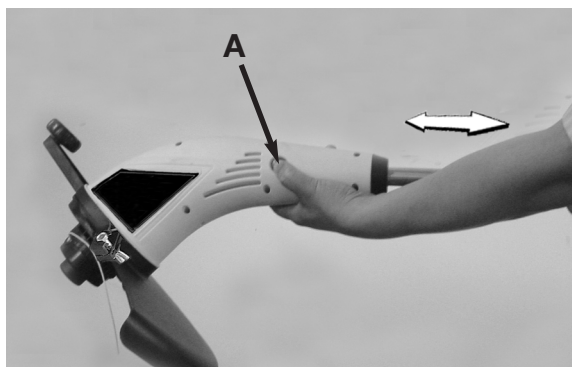

Fig. 5
2. Pousser le bouton de dégagement rouge du manche vers l'avant et déplacer le manche vers l'avant ou vers l'arrière à la longueur désirée (Fig. 5)